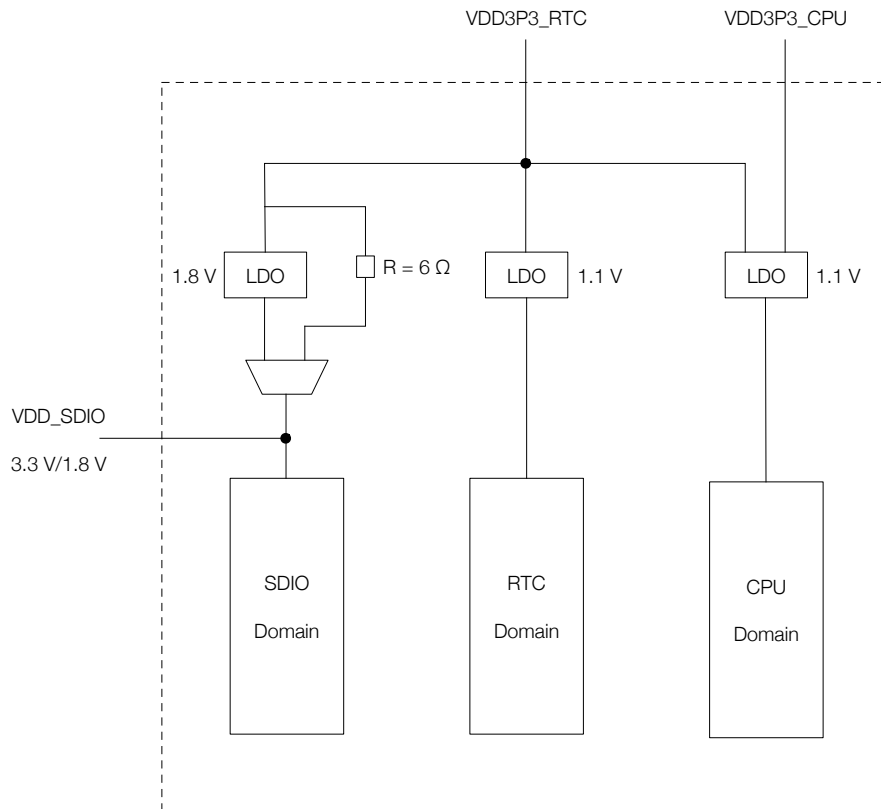

图 2-3. ESP32 电源管理
电源管理如图 2-3 ESP32 电源管理 所示。
1. ESP32-U4WDH 的封装内 flash 以及 ESP32-D0WDR2-V3 的封装内 PSRAM 均运行在 3.3 V 电压下,此时,VDD_SDIO 会通过 $6\ \Omega$ 的电阻从 VDD3P3_RTC 取电,见图 2-3。